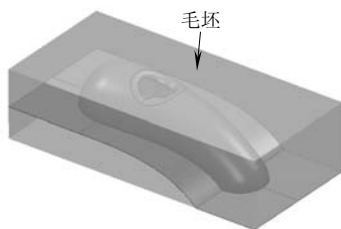

图 5-41 创建毛坯
- 1) 创建毛坯: 在 PowerMILL 综合工具栏中, 单击创建毛坯按钮, 打开毛坯表格, 勾选 “显示” 选项, 其他选项使用默认值, 然后单击 “计算” 按钮, 创建出方形毛坯来, 如图 5-41 所示, 单击 “接受” 按钮完成创建毛坯操作。